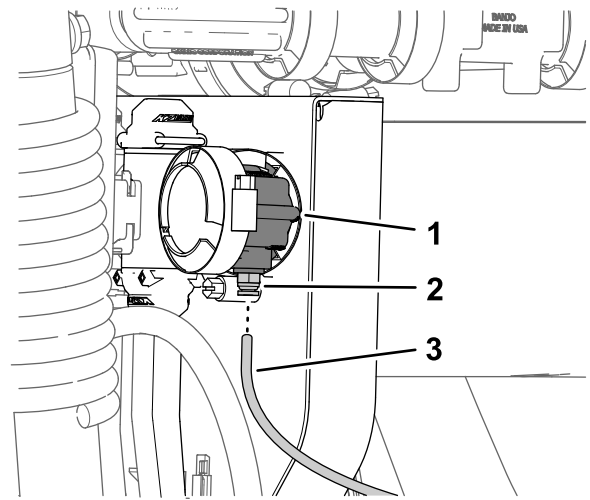

Figura 120
- Inserte el tubo del sensor en el anillo de bloqueo hasta que el tubo esté correctamente asentado (Figura 120).
- Alinee el extremo del tubo del sensor de presión (plástico) del indicador de presión del salpicadero con el anillo de bloqueo del acoplamiento del tubo (Figura 120).